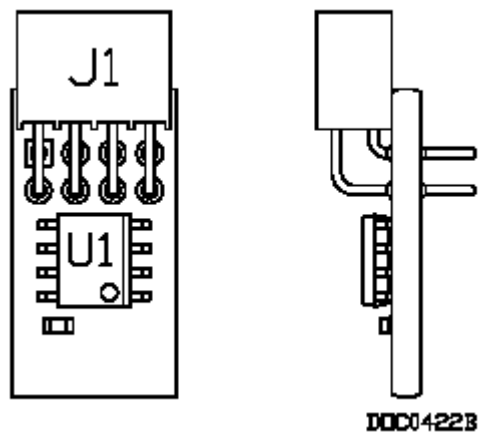

Рисунок 2-8. Лицензионный ключ
7. Надавите на лицензионный ключ, чтобы он прочно сел в гнездо. См. Рисунок 2-8.